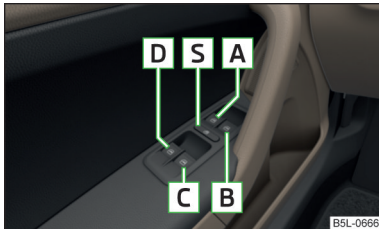

Fig. 21
- Si se transportan niños en los asientos traseros, se recomienda poner fuera de funcionamiento los elevalunas eléctricos de las puertas traseras (conmutador de seguridad) S » fig. 21 de la página 46.
Teclas de los elevavanas » fig. 21.
Se pueden poner fuera de servicio las teclas de los elevavanas de las puertas traseras pulsando el interruptor de seguridad **S** » fig. 21. Se ponen de nuevo en funcionamiento las teclas en las puertas traseras pulsando de nuevo el interruptor de seguridad **S**.
- Mantenga la tecla **A**¹⁾ en la posición de apertura » fig. 21 de la página 46.
- Mantenga la tecla **A**¹⁾ en la posición de cierre » fig. 21 de la página 46.